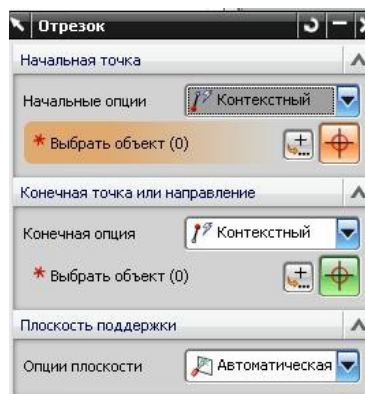
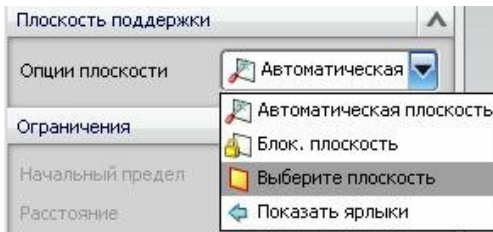
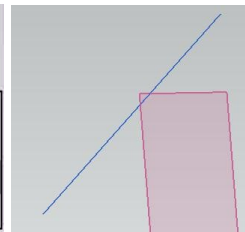

рис.43
рис.46
рис.47
- Диалоговое окно этой команды представлено на рис. 43.
- Обычное построение прямолинейного отрезка осуществляется *по двум точкам*, или *по точке и направлению*. Поэтому в диалоговом окне рис. 43, соответственно присутствуют эти два поля: *Начальная точка* и *Конечная точка или направление*.
А если вы хотите обе точки задать как *произвольное положение курсора*, то возникает вопрос – а в какой плоскости вы зафиксируете курсор? Чтобы конкретизировать эту плоскость в диалоговом окне рис. 43 есть поле **Плоскость поддержки** (рис.46). И в этом поле можно указать плоскость, в которой пройдет будущий отрезок (рис.47).